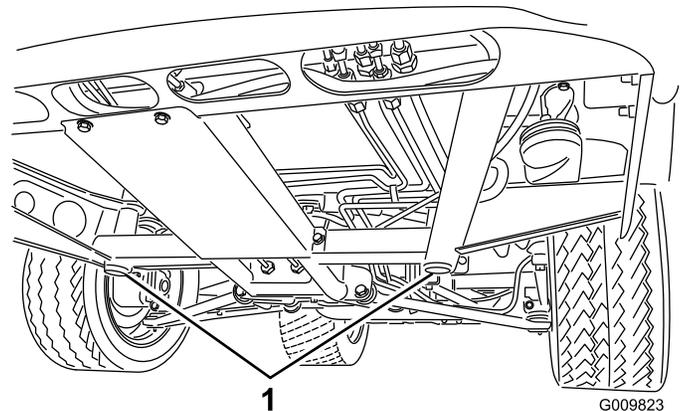
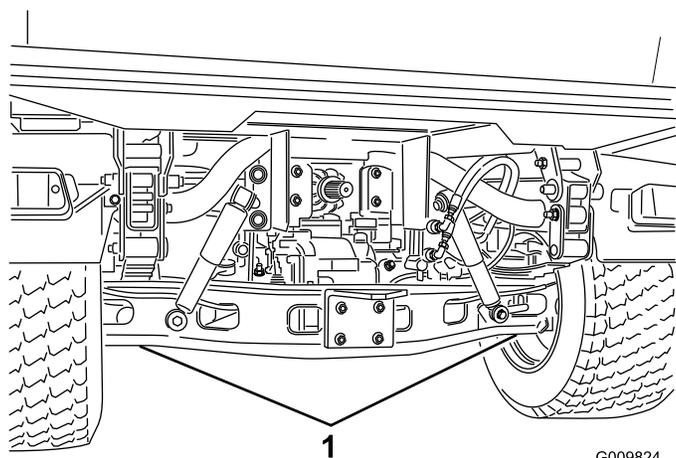

Figura 36
Figura 37
- O ponto de suspensão do macaco na parte dianteira da máquina fica situado por baixo do apoio central do chassis (Figura 36) e na traseira por baixo do eixo (Figura 37).